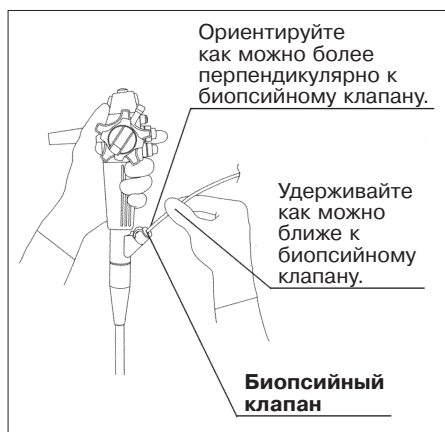

Рис. 3.3
1. Осторожно введите инструмент в просвет биопсийного клапана или Т-образного коннектора (см. рис. 3.3).
2. Продвиньте инструмент до положения, при котором дистальный конец вводимой части появится в эндоскопическом поле зрения (см. рис. 3.3).
2. Осторожно введите инструмент в биопсийный клапан (см. рис. 3.3).